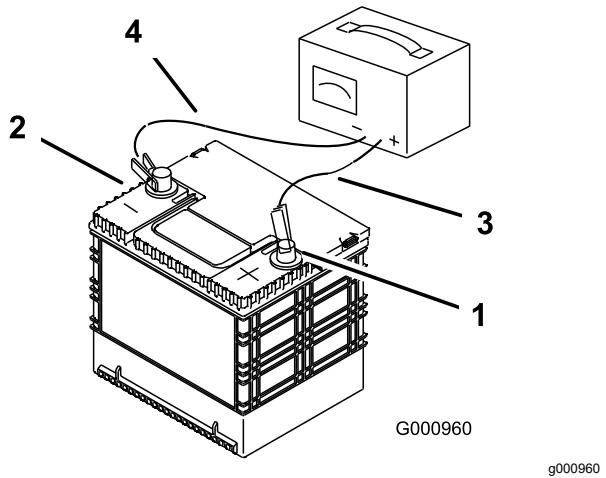

Figura 51
3. Quando la batteria è completamente carica, staccate il caricabatterie dalla presa elettrica e scollegate i cavi di ricarica dai poli della batteria (Figura 51).